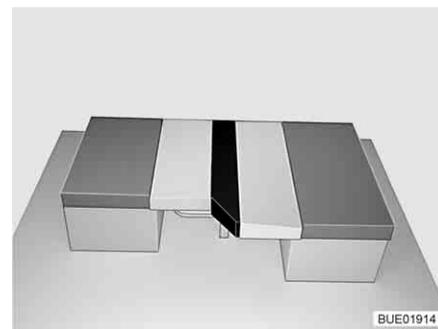

Fig. 94 Dopo la trasformazione
- Posizionare il cuscino aggiuntivo come illustrato, tra il cuscino dello schienale e il cuscino del divano (vedi Fig. 94).